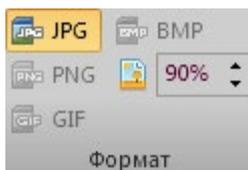

Рисунок 21
4. Выберите формат хранения фотоснимков (рекомендуется JPG) (рис.21).